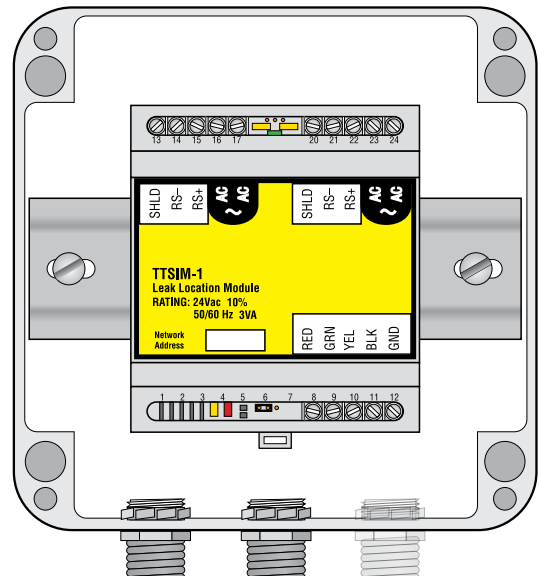

图 2 NEMA 4x 外壳
## 在选装的 NEMA-4X 外壳中安装 TTSIM-1 模块 - 图 2
- 典型的室外或恶劣环境下的安装将需要在 TTSIM-ENC 上提供最多三个孔：一个用于电源和遥测的进线，一个用于电源和遥测的出线，一个用于传感器电缆引线。参见图 2。